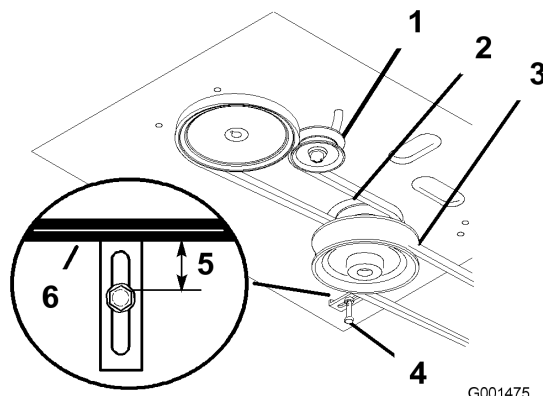

Figure 31
4. Enlevez la courroie du plateau de coupe (Figure 31).
5. Desserrez le boulon de pivot jusqu'à ce que la poulie de tension puisse coulisser dans la fente et déposez la courroie de transmission du moteur et des poulies d'entraînement (Figure 31).
6. Montez la courroie d'entraînement neuve sur les poulies de moteur et d'entraînement (Figure 31).
7. Insérez la poulie de tension dans le bâti du moteur pour tendre la courroie de transmission (Figure 31).
8. Installez la courroie du plateau de coupe (Figure 31).
9. Vérifiez que le guide de courroie sous le bâti du moteur est réglé correctement (Figure 31).
13. Vérifiez que le guide de courroie sous le bâti du moteur est réglé correctement (Figure 31).